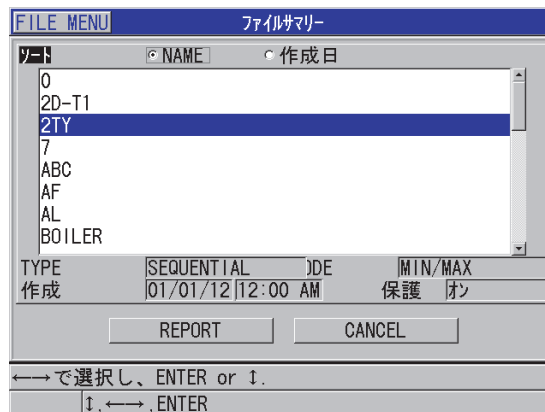

図 11-30 ファイルサマリーレポート画面
4. ファイルサマリー画面で、以下の操作を行います（215 ページの図 11-30 参照）。